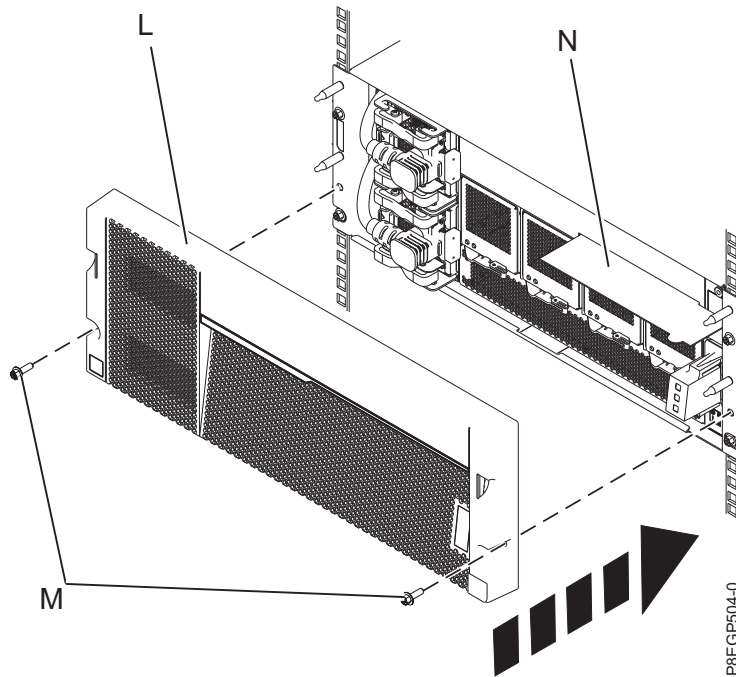

Figura 9. Colocación de la cubierta y de la tarjeta de información de servicio
7. Coloque la cubierta (**L**) en el cajón. Presione la cubierta en su lugar fijándola con los dos tornillos M5 (**M**) en los rieles de la derecha y de la izquierda. Consulte la Figura 9 en la página 11.
8. Inserte la tarjeta de información (N) en la ranura de la cubierta.